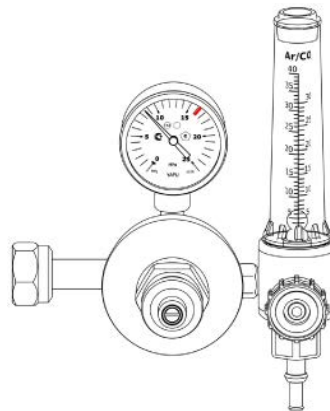

Рис. 12.0.4. Расход защитного газа.
6. С помощью регулятора (см. рис. 12.0.4) установите необходимый расход защитного газа (от 4 до 20 л/мин в зависимости от выполняемых задач или см. таблицу 12.11.3).